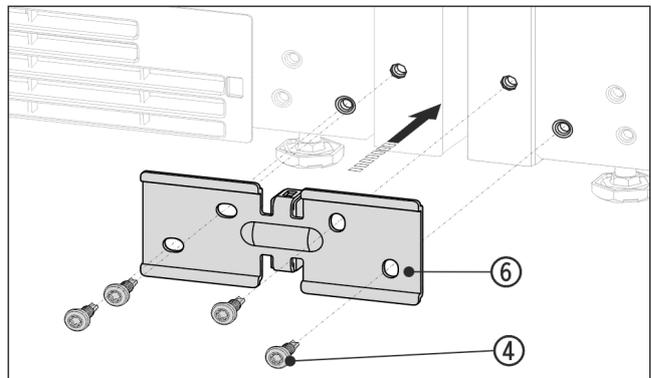

Fig. 14 例图
- ▶ 使用间隔垫片将角 Fig. 14 (6) 推入设备之间，并使用四颗螺栓 Fig. 14 (4) 旋松。